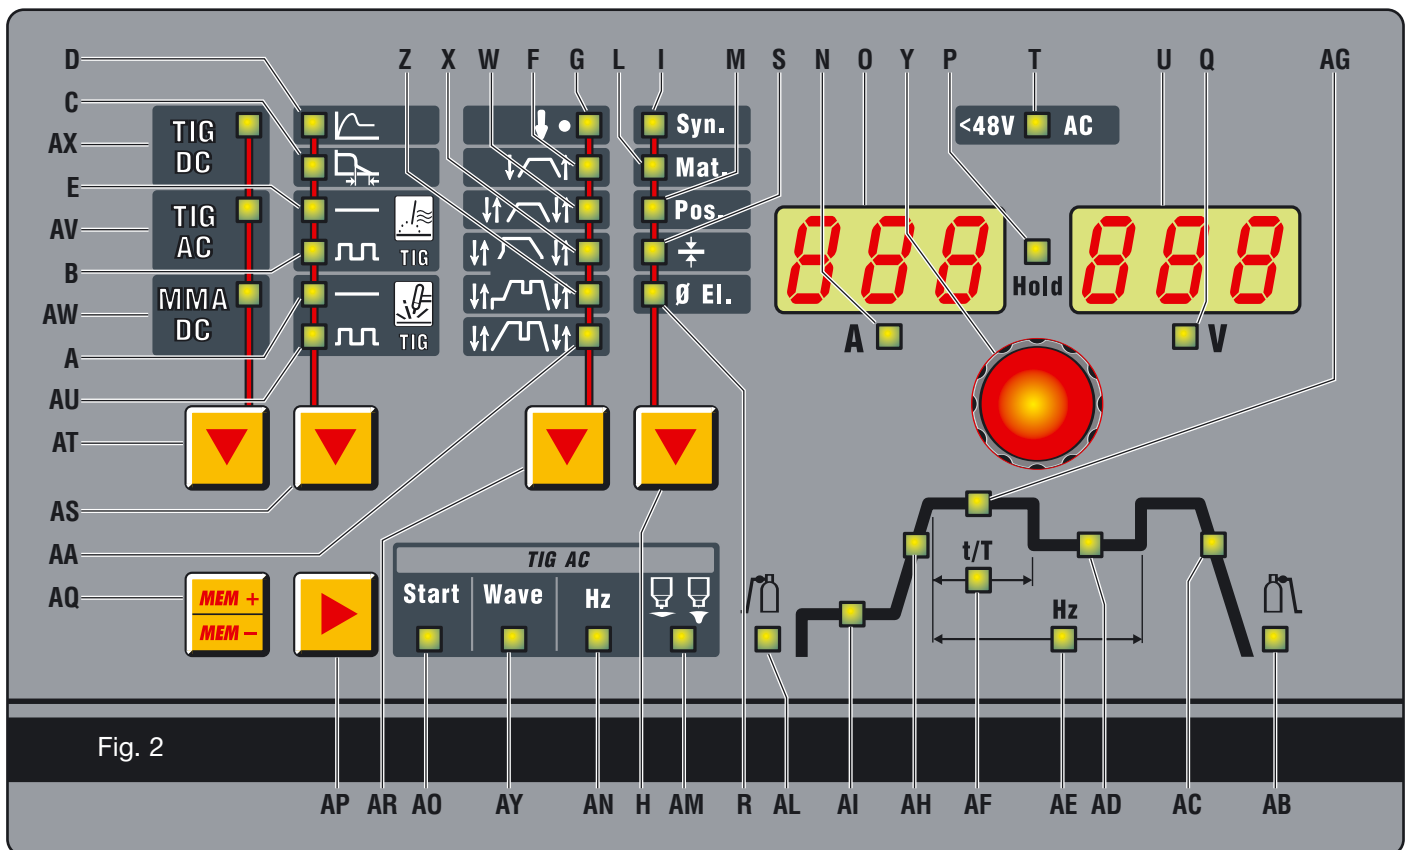

Fig. 2
3.3 DESCRIZIONE DEL PANNELLO (Fig.2).